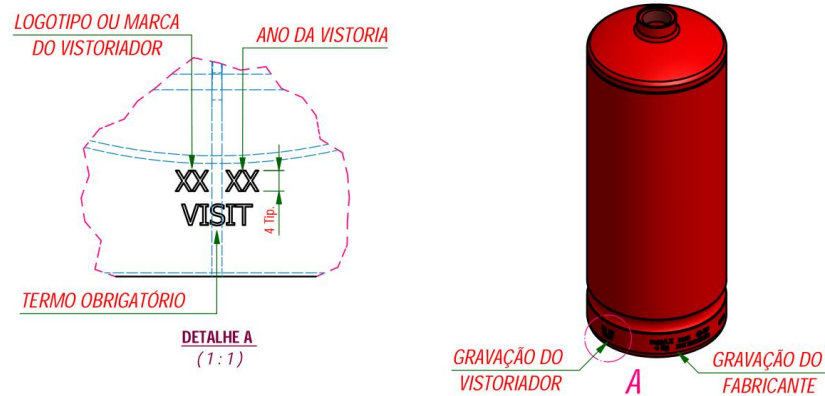

Figura 11 - Referência de Marcação da Vistoria
- Com o extintor já limpo, devem-se puncionar os dados do teste hidrostático, preferencialmente em uma área onde não esteja sujeita à pressão, como por exemplo, na base de apoio do recipiente, conforme indicação na Figura 11.